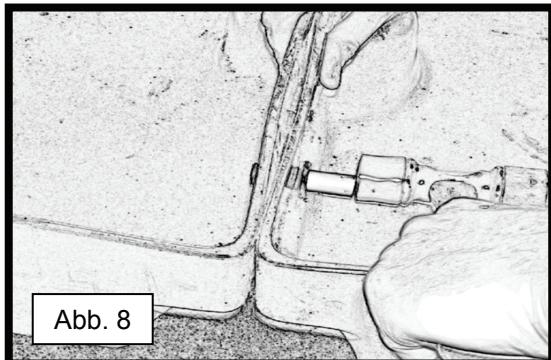

Abb. 8
- 7) Eine Hand benutzen, um zu verhindern, dass sich das Sammelzentrum bewegt, und auf das Teflon-Rohr klopfen, bis es sich durch die zweite Ringdichtung am anderen Sammelzentrum bewegt (siehe Abb. 8). **HINWEIS: Falls Sie Widerstand verspüren, beziehen Sie sich auf Anweisung Nr. 5.**